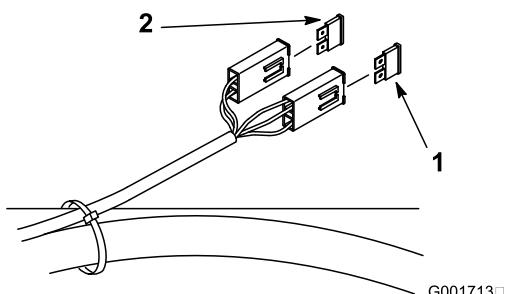

Figure 42
3. Remplacez le fusible (Figure 42).